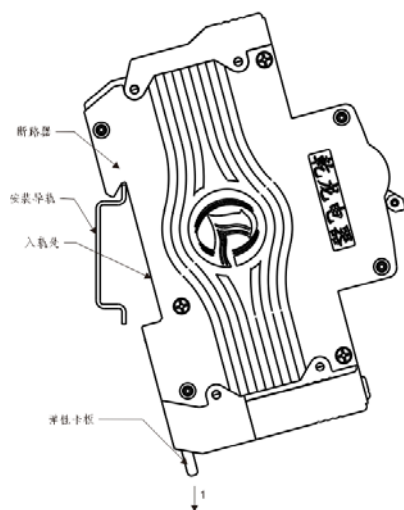
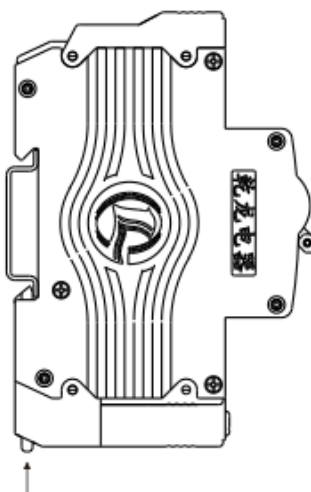

图 1
图 2
- a. 安装：将断路器的弹性卡板按图 1 沿箭头 1 方向向下拉出，再将断路器的入轨处对准安装导轨上端扣住（见图 1），待断路器底部与安装导轨完全贴合后（见图 2），再将断路器弹性卡板按图 2 箭头方向推进扣住安装导轨下端即可松手。